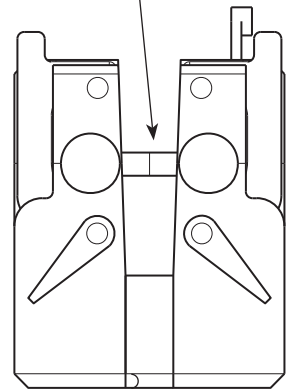

図 24 : Micro-Fit 継手の位置合わせを行う
7. 緩めたサイド・プレートを調節して、2個の Micro-Fit 継手の位置合わせを行います。図 24 をご参照ください。